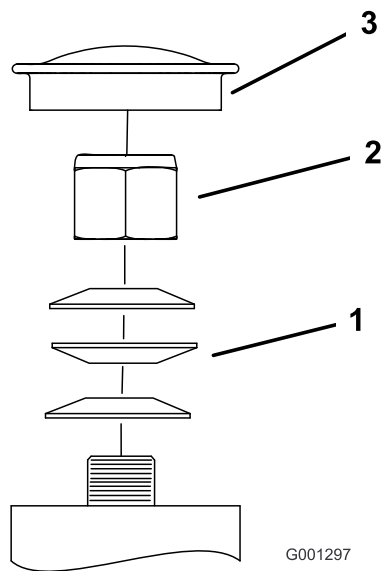

Figure 63
3. Retirez le couvre-moyeu de la roue pivotante et serrez le contre-écrou (Figure 63).
4. Continuez de serrer le contre-écrou jusqu'à ce que les rondelles élastiques soient aplaties, puis desserrez-le d'un quart de tour pour obtenir la précharge correcte des roulements (Figure 63).
- Important:** Veillez à placer les rondelles élastiques comme montré à la Figure 63.
5. Reposez le couvre-moyeu (Figure 63).